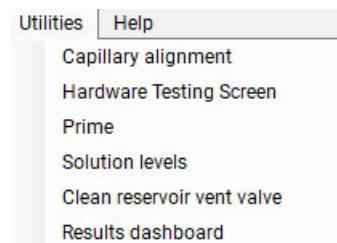

Figura 91 Menu Utilities (Utilità)
- 1 Dal menu a discesa **Utilities** (Utilità), selezionare **Results dashboard** (Dashboard risultati) (**Figura 91**).